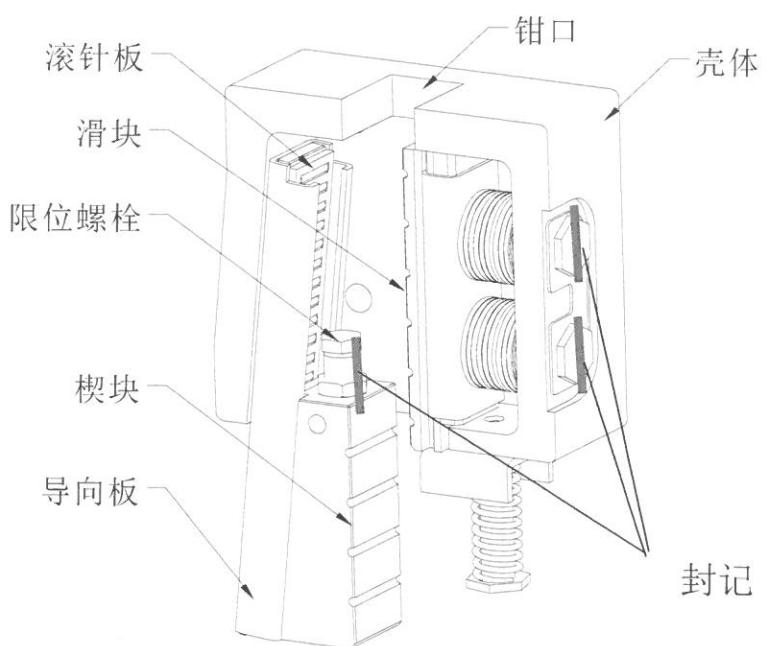

图 1
#### 1.1. 结构示意(图 1)
2.1.2. 安全钳封记处完好(图 1)。
3.3.2. 运动部件(楔块、滚针板、滑块)加润滑油，油品同 1.2.3(图 1)。